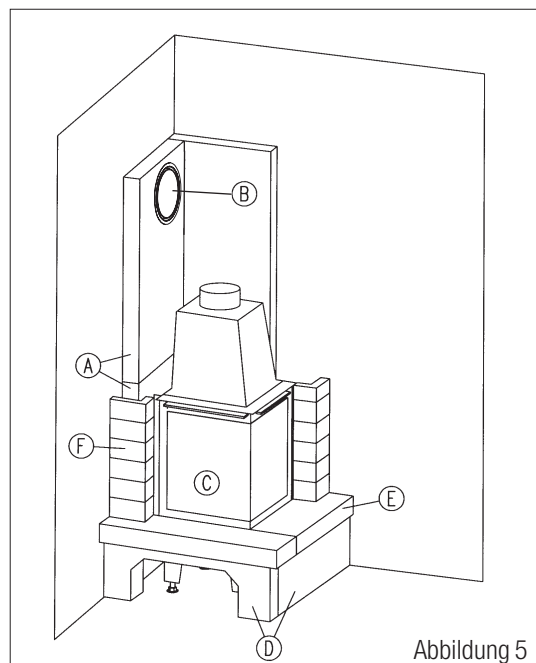

Abbildung 5
7.1 Nun werden die Seitenteile zunächst an den dafür vorgesehenen Stellen trocken aufgesetzt. Achten sie darauf, dass zwischen den Seitenteilen und dem Rahmen des Wärmeerzeugers eine Fuge (ca. 2 mm) verbleibt, so dass sich der Wärmeerzeuger ausdehnen kann ohne die Seitenteile zu beschädigen. Unter Umständen ist es erforderlich, den Heizeinsatz noch etwas zu verrücken. (**Abb. 5**)